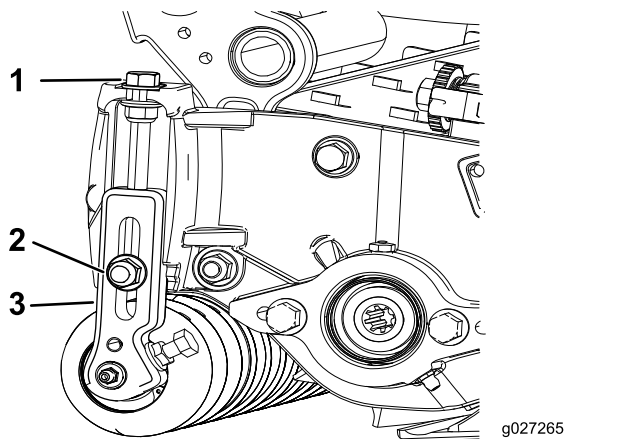

図 15
1. 刈り高ブラケットをカッティングユニットのサイドプレートに固定しているロックナットをゆるめる図 15。